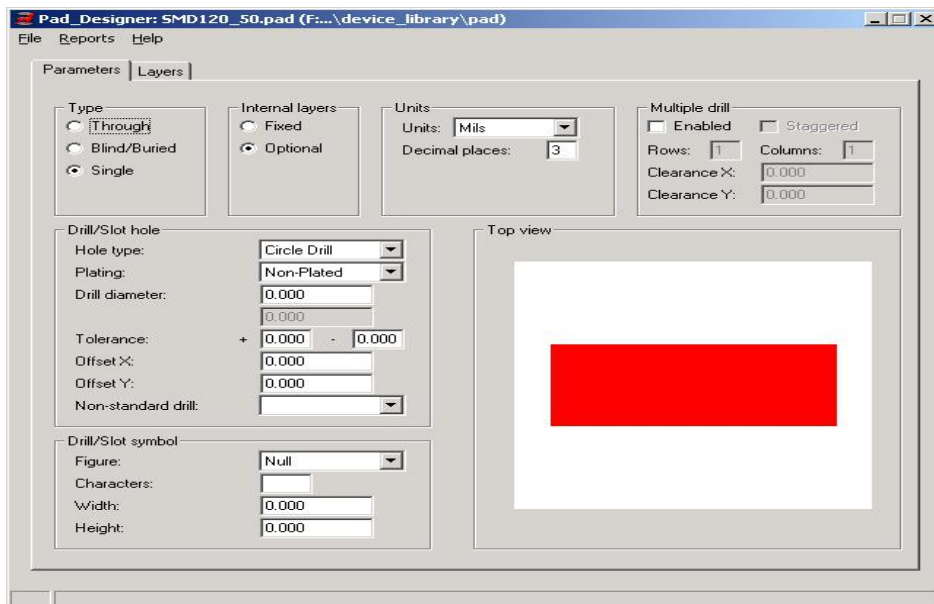

图 6-9 设置 [Parameters]选项卡
- 3)在[Parameters]选项卡中进行如下设置见图6-9